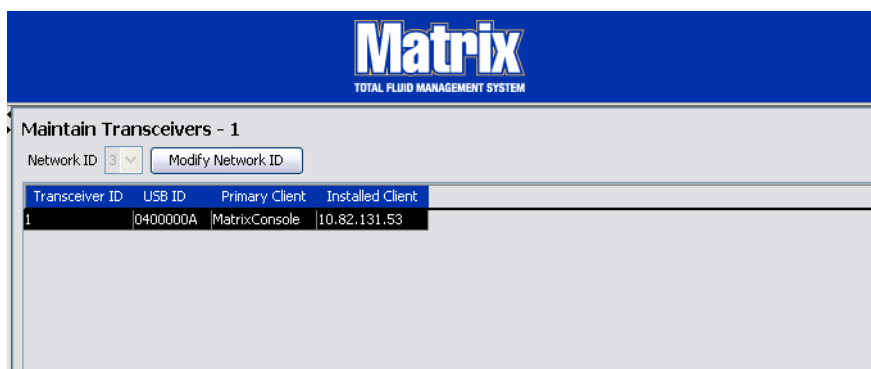

Рис. 61
1. Если приемопередатчик подсоединен в порт USB на ПК, он автоматически добавляется в начало списка, и ему назначается первое доступное значение «Transceiver ID» [ИД приемопередатчика] (Рис. 61). В результате прерывания соединения или выключения приемопередатчик не исчезнет из списка, но любые операции через это устройство незамедлительно прекратятся.